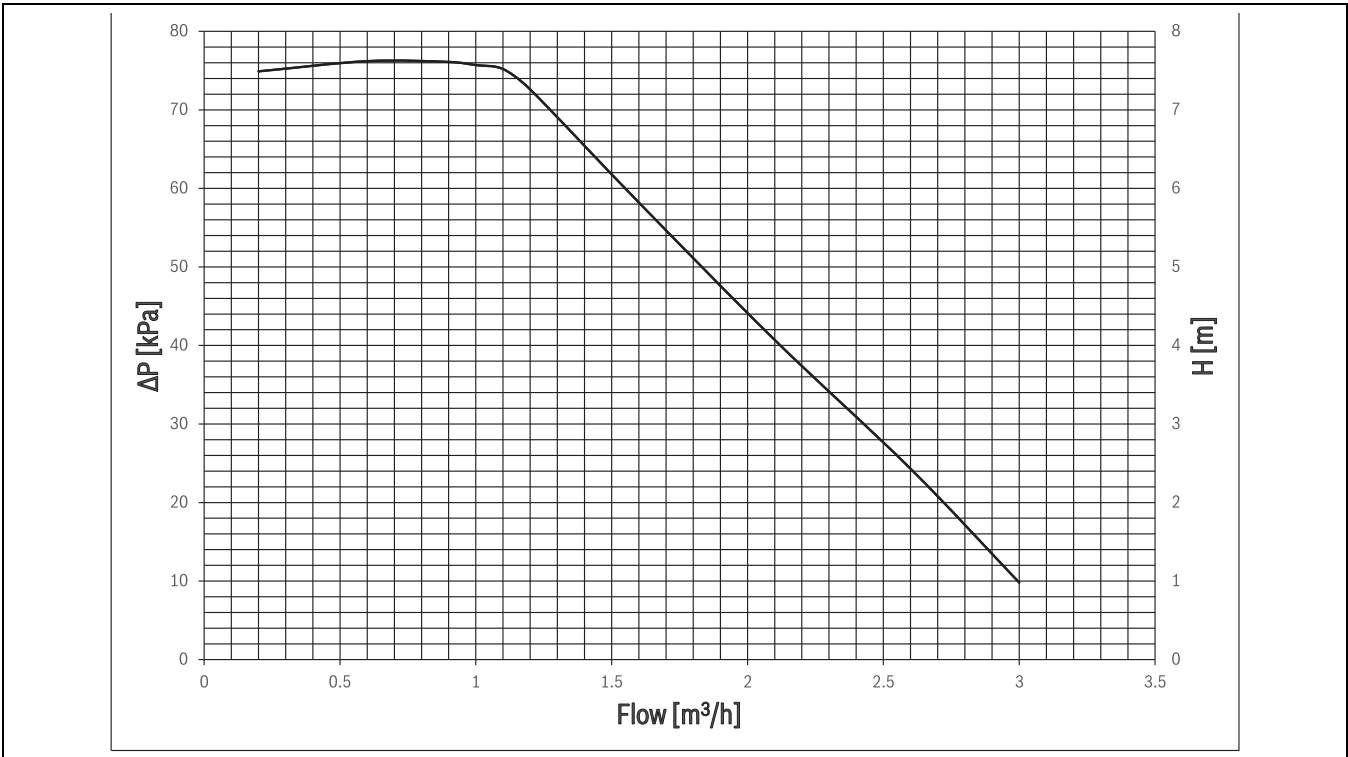

Fig. 42 Prevalenza residua pompa primaria
5) A seconda della pompa di calore collegata, vedere le istruzioni di installazione della pompa di calore fig. 42
La prevalenza residua nella pompa primaria è rappresentata nella fig. 42. 1. Questo vale per l'esercizio di riscaldamento con la stessa portata nel circuito di riscaldamento.